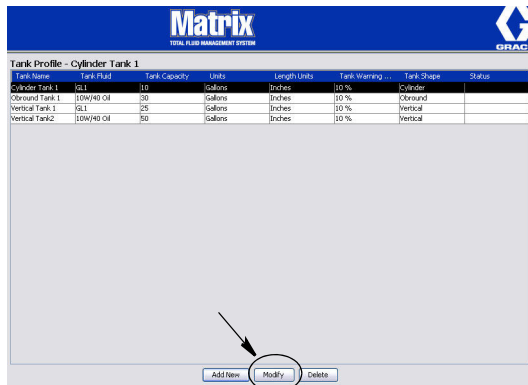

FIG. 76
- Haga clic en el botón Modificar para mostrar la pantalla Editar tanque que se representa en la FIG. 76. Cuando haya terminado de hacer los cambios, haga clic en Aceptar para cerrar la pantalla y guardar los cambios.
- Para eliminar permanentemente un tanque de la lista, en la pantalla principal Tanques, seleccione el elemento que ya no desea conservar en la lista. Luego haga clic en el botón Eliminar (FIG. 76).